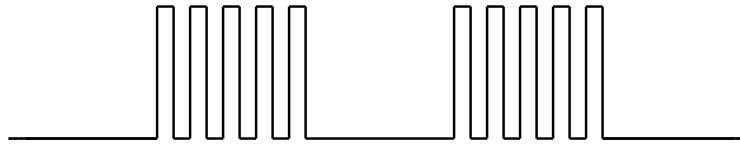

Figura 2: Diagrama de temporización para led intermitente
11. Un led debe parpadear indicando la habilitación de la transmisión/recepción de datos por el periférico USART. Con el fin de prolongar la vida útil del led, este deberá parpadear de forma intermitente mientras se encuentre activo (ver figura 2). Las frecuencias y ciclos de trabajo quedan a criterio propio.
19. En caso de cumplir con el punto anterior. Incluir un led indicando que el control remoto esta habilitado. Con el fin de prolongar la vida útil del led, este deberá parpadear de forma intermitente mientras se encuentre activo (ver figura 2). Las frecuencias y ciclos de trabajo quedan a criterio propio.